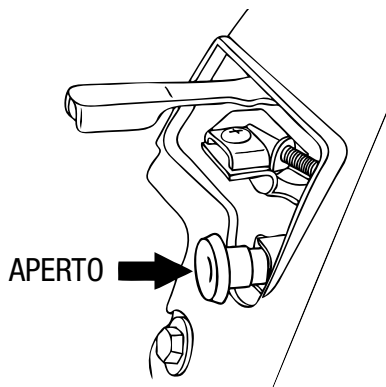

Figura 33. Manopola starter (posizione aperta)
4. Se si utilizza la sega SP2 a **basse temperature**, saltare questo passaggio e procedere con il passaggio 5. Posizionare la **manopola dello starter** (figura 33) nella posizione **APERTO**. Passare al passaggio 6.